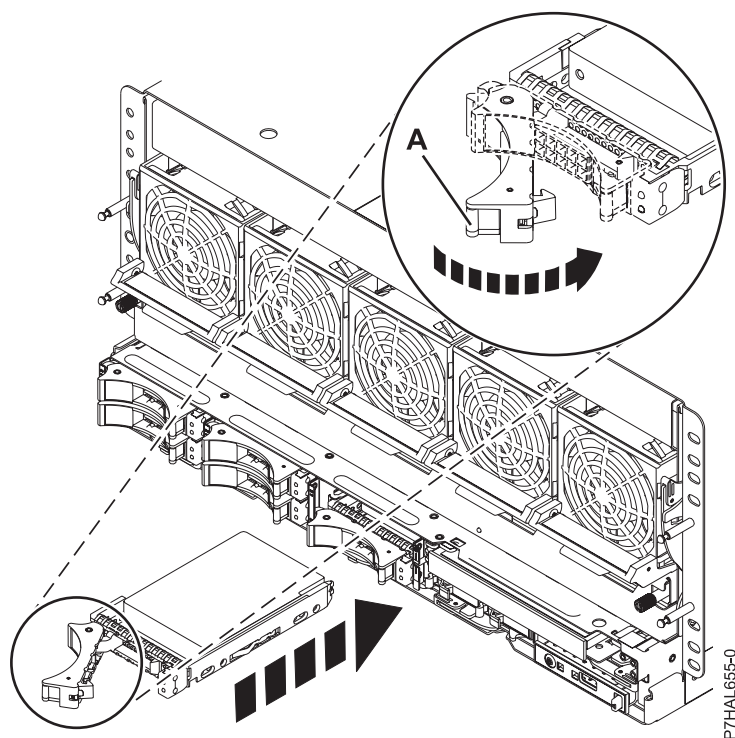

Figura 5. Instalación de la unidad en el sistema
7. Cuando el LED de identificación parpadee, deslice la unidad hasta el fondo del sistema o de una unidad de expansión y empuje hacia adentro el asa de la unidad (**A**) hasta que quede encajada. Consulte la Figura 5 en la página 15 que muestra la instalación de una unidad en el sistema.